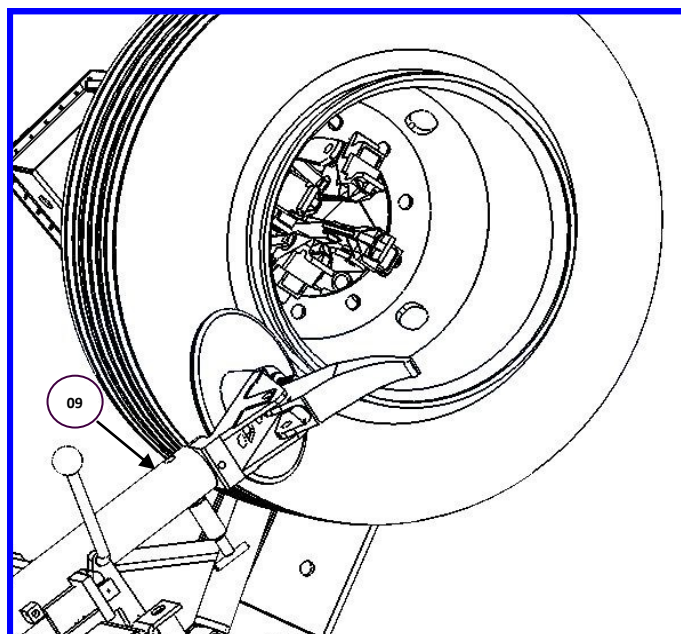

Fig. 6
3) Levante o braço das ferramentas (09, Fig. 6) para a posição de trabalho, e trave-o.
4) Na torre de comando, movimente a roda para posicioná-la no disco de destalonamento (**Fig. 6**)